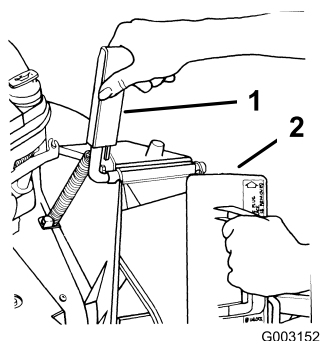

Figura 6
1. Abra la puerta de descarga tirando del tirador hacia adelante y desplazando la puerta hacia atrás (Figura 6). Mientras inserta el tapón, sujete el tirador de la puerta para evitar que el muelle cierre la puerta.
2. Puesto que el tapón es algo más ancho que la abertura del conducto de descarga, gire el tapón ligeramente en el sentido de las agujas del reloj al insertarlo (Figura 6).